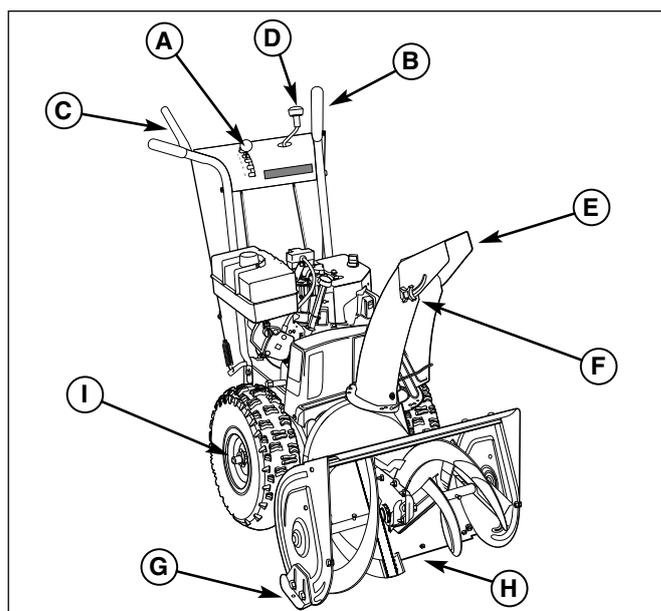

Figure 3. Commandes du chasse-neige
L'entraînement de traction à chaque roue peut être verrouillé ou déverrouillé avec les goujons de blocage de traction (H, Figure 3) pour permettre à la machine d'être en « roue libre » pour faciliter la manipulation et le transport du chasse-neige.
E. Déflecteur de chute - Contrôle la distance à laquelle la neige est projetée. Le fait d'orienter le déflecteur de chute (E, Figure 3) VERS LE HAUT provoque un jet plus élevé et à une distance plus grande, alors que le contraire, VERS LE BAS, fournit un jet plus bas et moins éloigné.
F. Molette du déflecteur de chute - Cette molette (F, Figure 3) permet de verrouiller le déflecteur de chute de décharge (E) à la position d'inclinaison désirée.
G,H. Commande de la hauteur de la barre de raclage - Les sabots de dérapage (G, Figure 3) contrôlent la hauteur de la barre de raclage (H). (REMARQUE: Sur les modèles plus récents, la barre racluse est également réglable.) La barre de raclage permet de racler la neige des surfaces lisses (telles que des voies privées en béton ou en asphalte). Sur des surfaces en gravier, la barre de raclage doit être réglée plus haut — de telle sorte qu'elle ne ramasse pas le gravier ou les débris.
I. Commande de blocage de traction - L'entraînement de traction à chaque roue peut être verrouillé et déverrouillé grâce à ces goujilles (I, Figure 3) pour permettre à la machine d'être en roue libre, et d'être manipulée et transportée plus facilement.
8. Vérifiez si le déflecteur de chute (E, Figure 3) fonctionne correctement. Le déflecteur devrait pivoter librement vers le haut et vers le bas lorsque la molette du déflecteur de chute est desserrée. Voir la section Service pour les procédures à suivre en cas de nécessité de réglage.